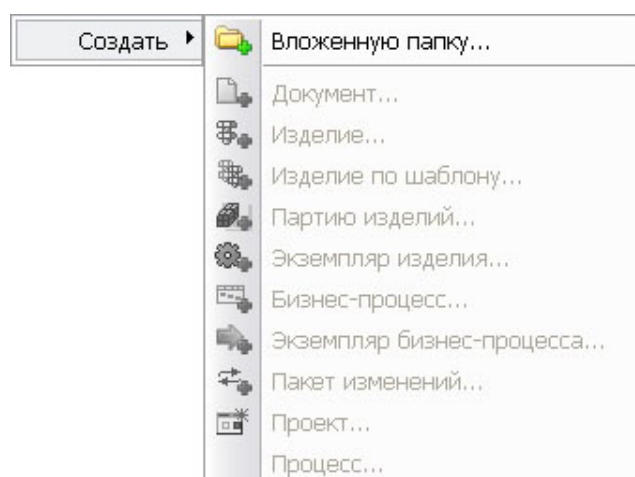

Рис. 8
2. В появившемся контекстном меню выберите пункт **Создать → Вложенную папку** (Рис. 8).